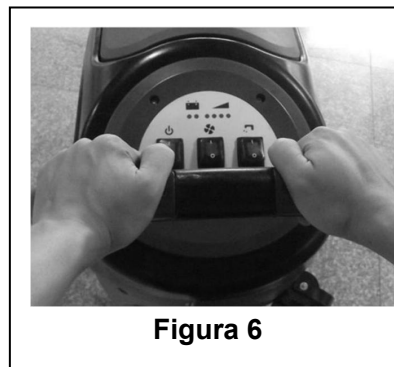

Figura 6
Din experiență, metoda de a deplasa mașina, așa cum se arată în Figura 6 din dreapta, este cea mai potrivită, utilizatorul ține mâinile mai confortabil ceea ce reduce oboseala. Așadar, se recomandă utilizatorilor să deplaseze mașina în acest fel.
2. Mențineți apăsat butonul de siguranță (1) (așa cum se arată în Figura 6), împingeți pentru a deplasa mașina și începeți operația de curățare.